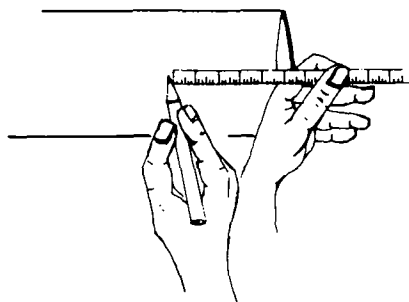

FIG. 4
5.º Passo – Marque o comprimento a ser torneado (fig. 4).